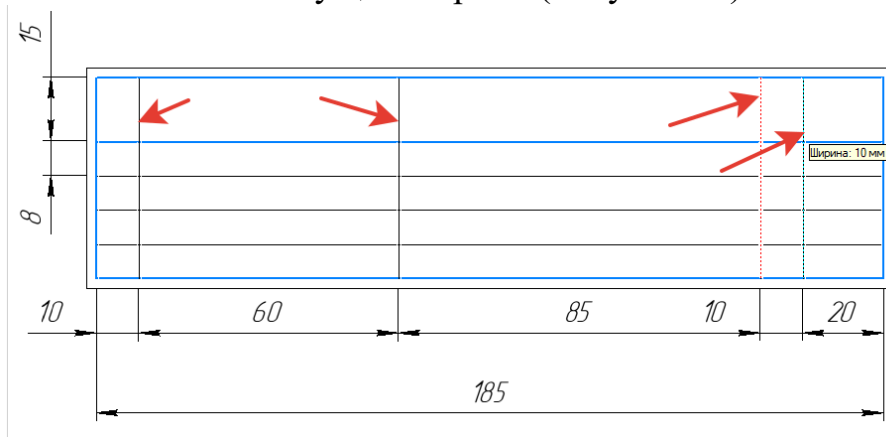

Рисунок 84.
23. Необходимо раздвинуть ячейки до нужных размеров. Дважды щелкнуть на таблице. Курсором подхватить и отрегулировать ширину ячеек, рядом будет высвечиваться текущая ширина (Рисунок 84).